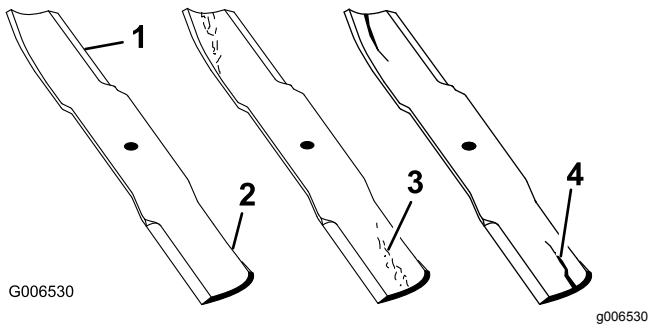

Figure 96
1. Examinez le tranchant des lames (Figure 96). Si les lames sont émoussées ou présentent des indentations, déposez-les et affûtez-les.
2. Inspectez les lames, et plus particulièrement l'ailette (Figure 96). Remplacez immédiatement toute lame endommagée, usée ou qui présente une entaille (Figure 96).